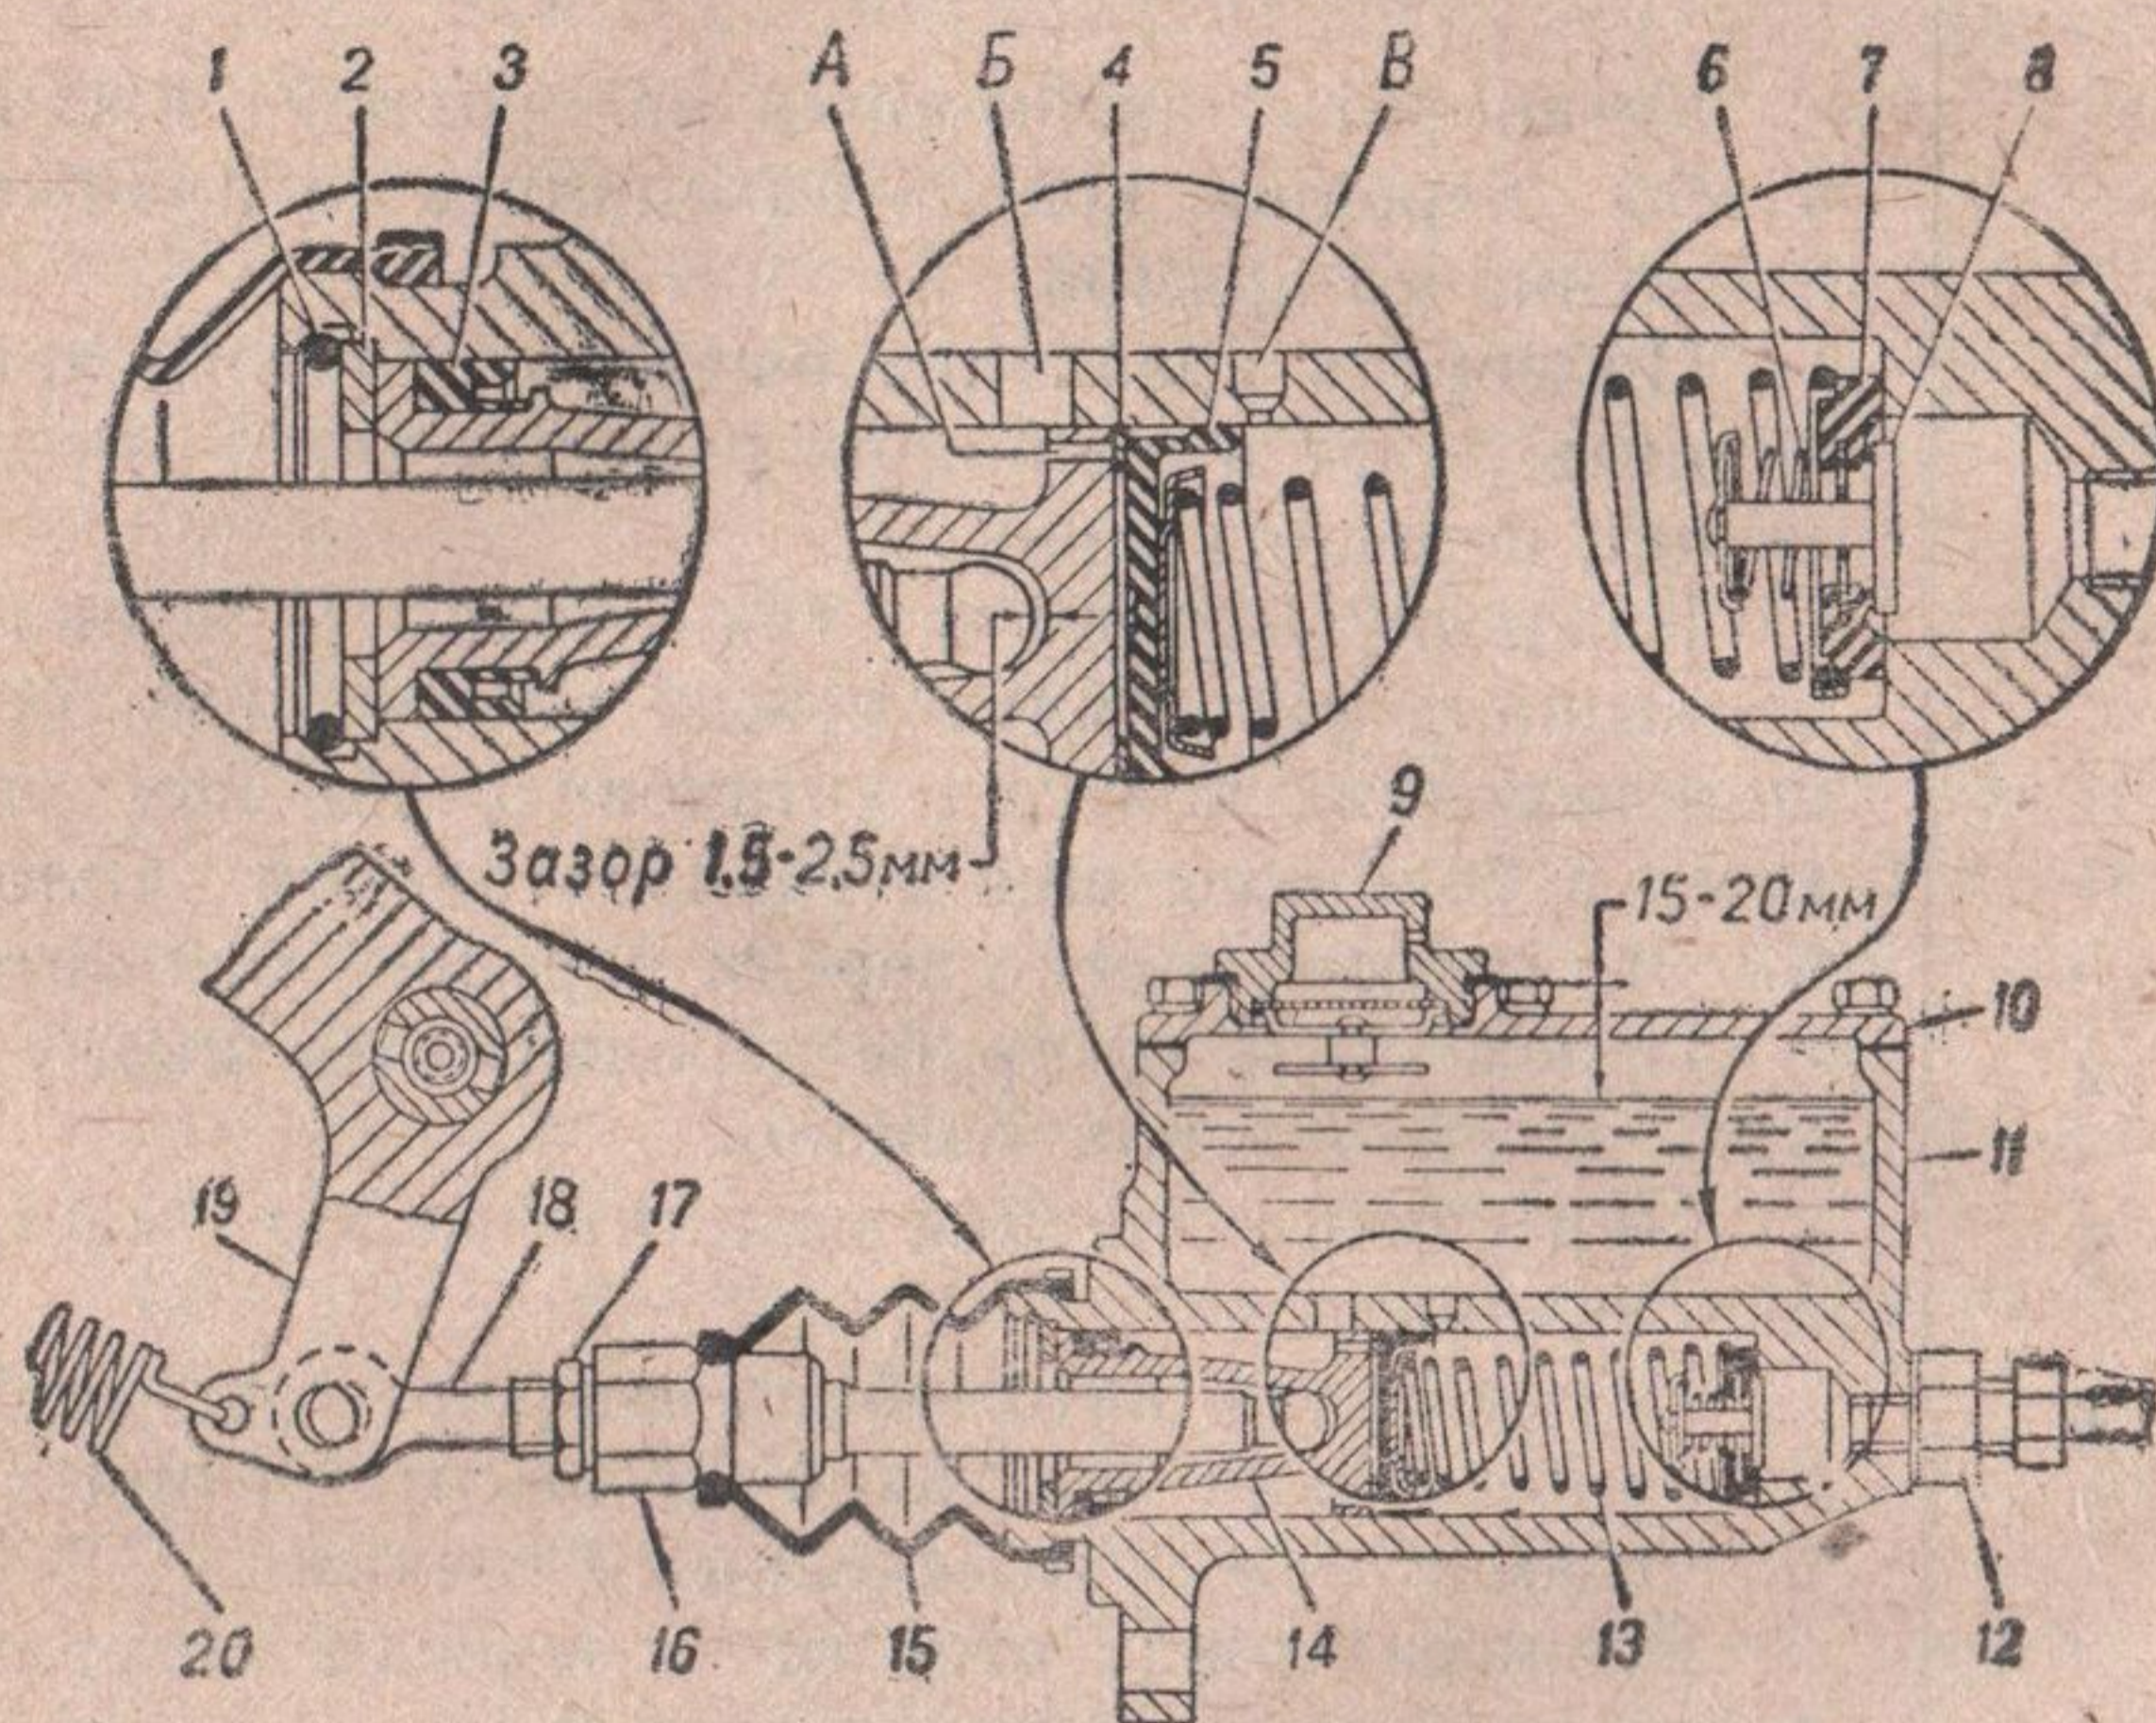

Рис. 47. Главный цилиндр гидравлического привода тормоза:
1 Разъединить тормозную педаль 19 (рис. 47) с тягой 18, расшплинтовав и вынув соединяющий их палец.
- 1 Тщательно очистить от грязи наливную пробку 9 (см. рис. 47) главного цилиндра, перепускные клапаны на колесных цилиндрах тормозов и гидровакуумном усилителе.